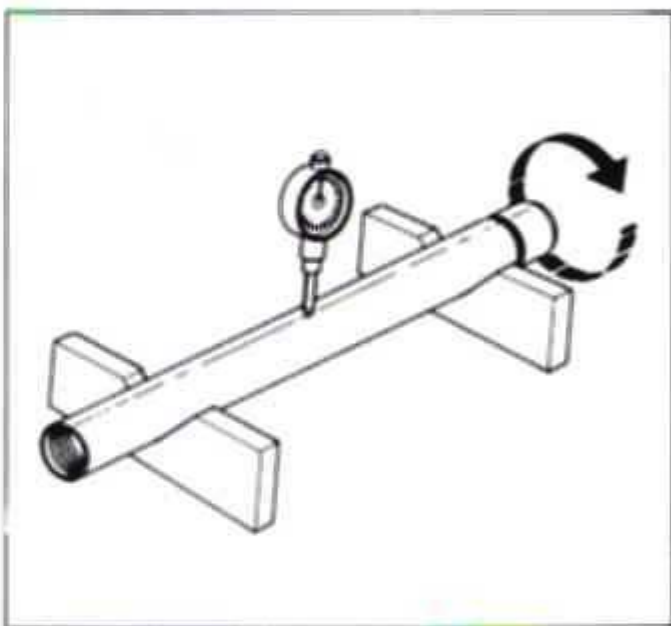

FIG. C31
1. Examinar o empenamento do cilindro interno com relógio comparador conforme mostra a figura C31.